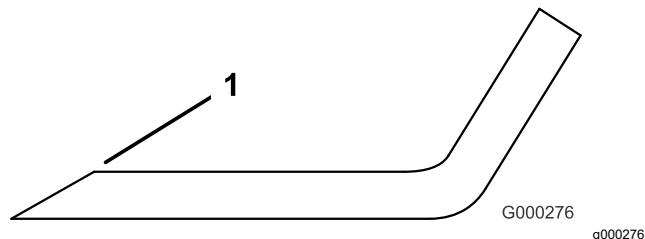

Figure 84
1. Au moyen d'une lime, aiguisiez les tranchants aux deux extrémités de la lame (Figure 84).
Remarque: Si la lame est déséquilibrée, limez un peu l'extrémité de l'ailette seulement (Figure 84).